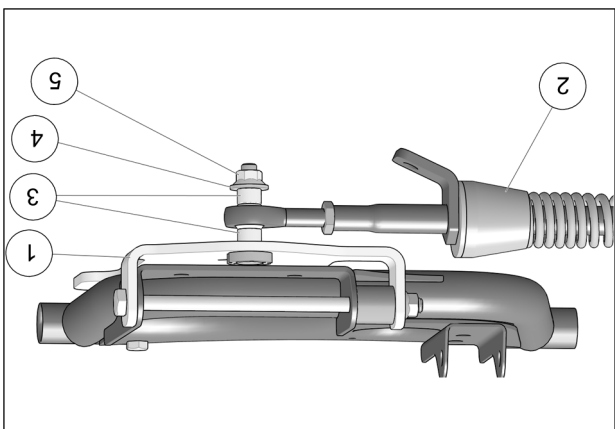

Fig. 11
10. Fixer le bras stabilisateur (2) à l'ancrage de suspension (1) à l'aide des deux espaceurs (3), de la rondelle (4) et de l'écrou autobloquant (5). Serrer à un couple de 70 N•m [52 lb•pi]. Voir la Fig. 11